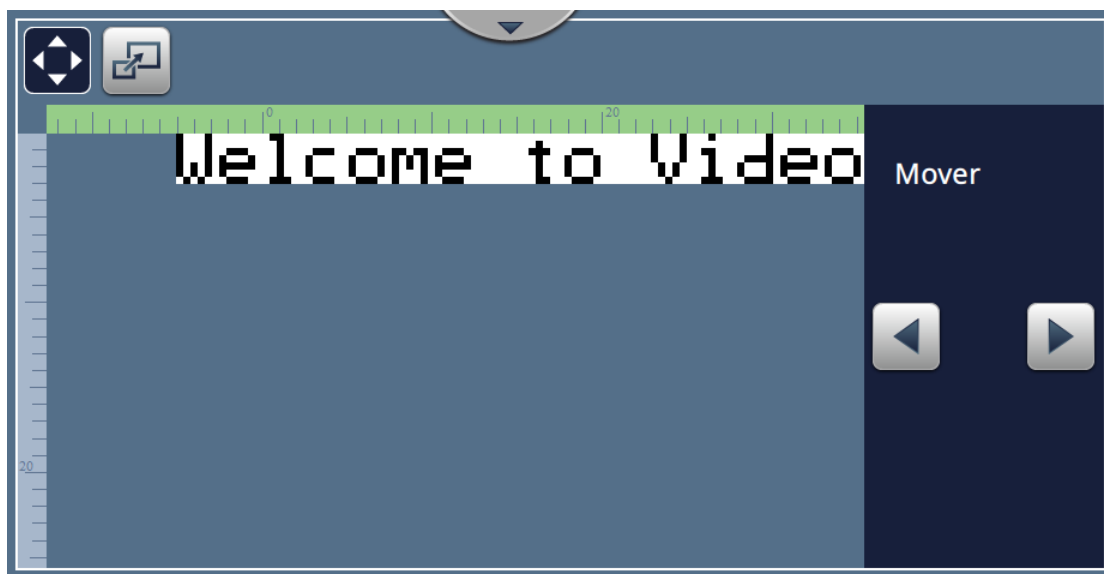

Figura 4-9: Ajustar_Posição
1. Toque o botão  e o divisor de posição atual aparece, como mostra a Figura 4-9.